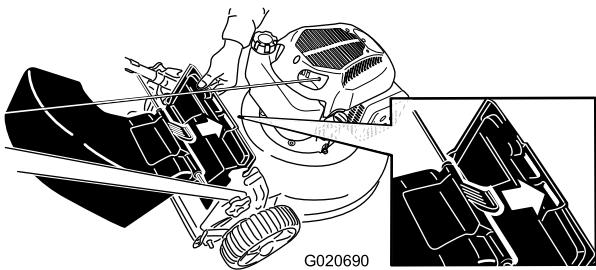

Figura 23
3. Introduza a patilha do deflector de descarga traseira na ranhura do lado direito no deflector traseiro (Figura 23).